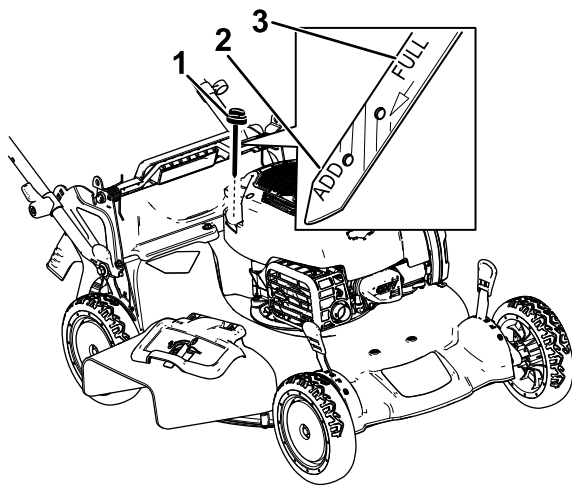

Figura 12
5. Controllate il livello dell'olio sull'asta (Figura 12).
- Se il livello di olio dell'asta è troppo basso (Figura 12), versate con cura una piccola quantità di olio detergente SAE 30 o SAE 10W-30 nel tubo di riempimento dell'olio, attendete 3 minuti e ripetete gli step da 3 a 5 finché il livello dell'olio sull'asta non risulta corretto. Per il tipo di olio, fate riferimento a Cambio dell'olio motore \(pagina 23\).
- Se il livello dell'olio sull'asta è troppo alto (Figura 12), drenate l'olio in eccesso finché il livello dell'olio sull'asta non risulta corretto; fate riferimento a Cambio dell'olio motore \(pagina 23\).